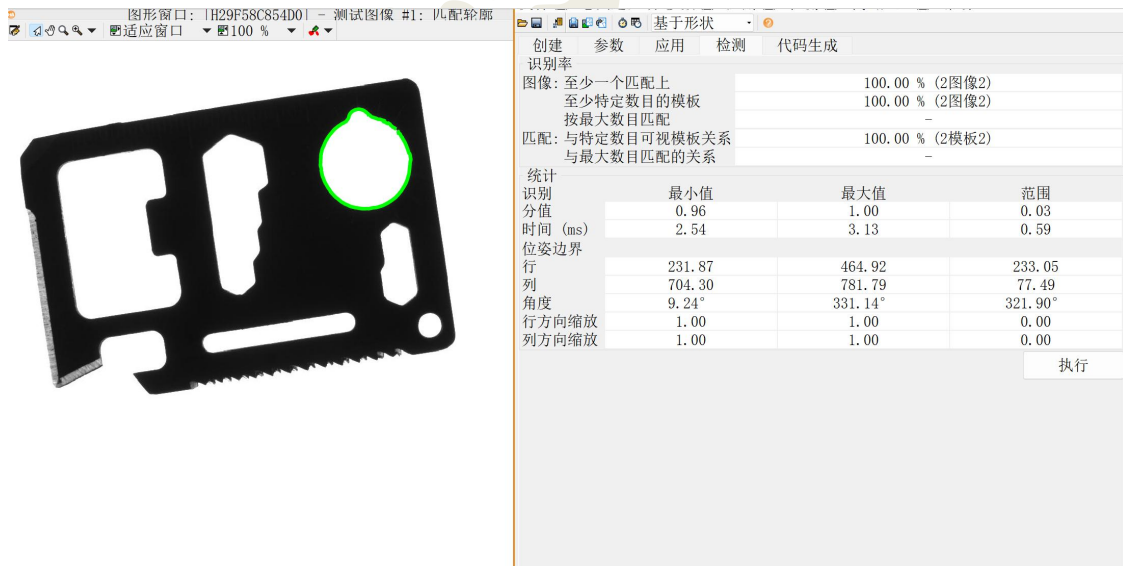

图 2-15 匹配助手“检测”选项卡
⑤ 点击“检测”选项卡，在窗口下方点击“执行”按钮之后就会显示模板匹配的结果信息，如图 2-15。